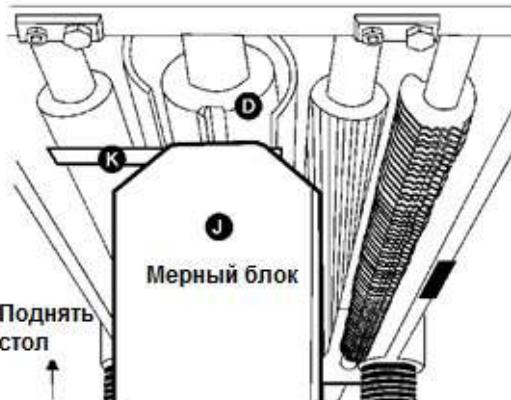

Рис. 27
3. Установите мерный блок (J, см. Рис. 27) на столе непосредственно под строгальным валом (D, см. Рис. 27). Используя щуп толщиной 0,5 мм (K, см. Рис. 27), расположенный в верхней части мерного блока, поднимайте рабочий стол, пока нож не коснется щупа, когда нож находится в самом нижнем положении. Не изменяйте положение рабочего стола, пока не отрегулируете ролик разгрузки.